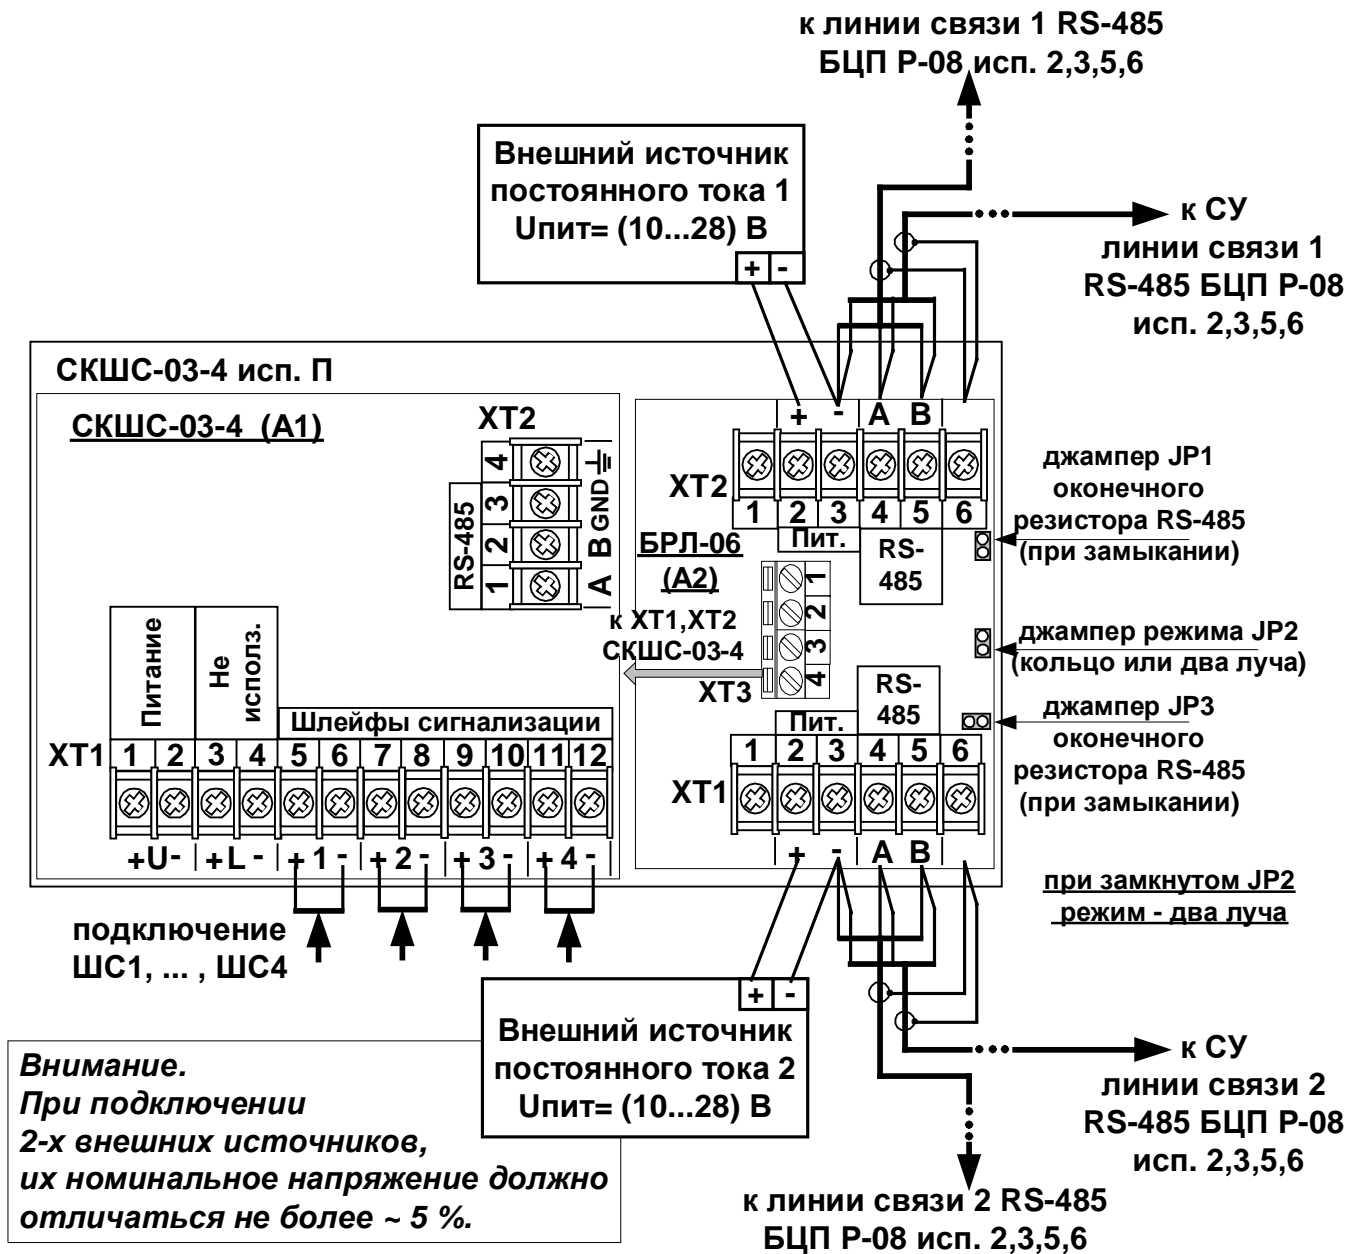
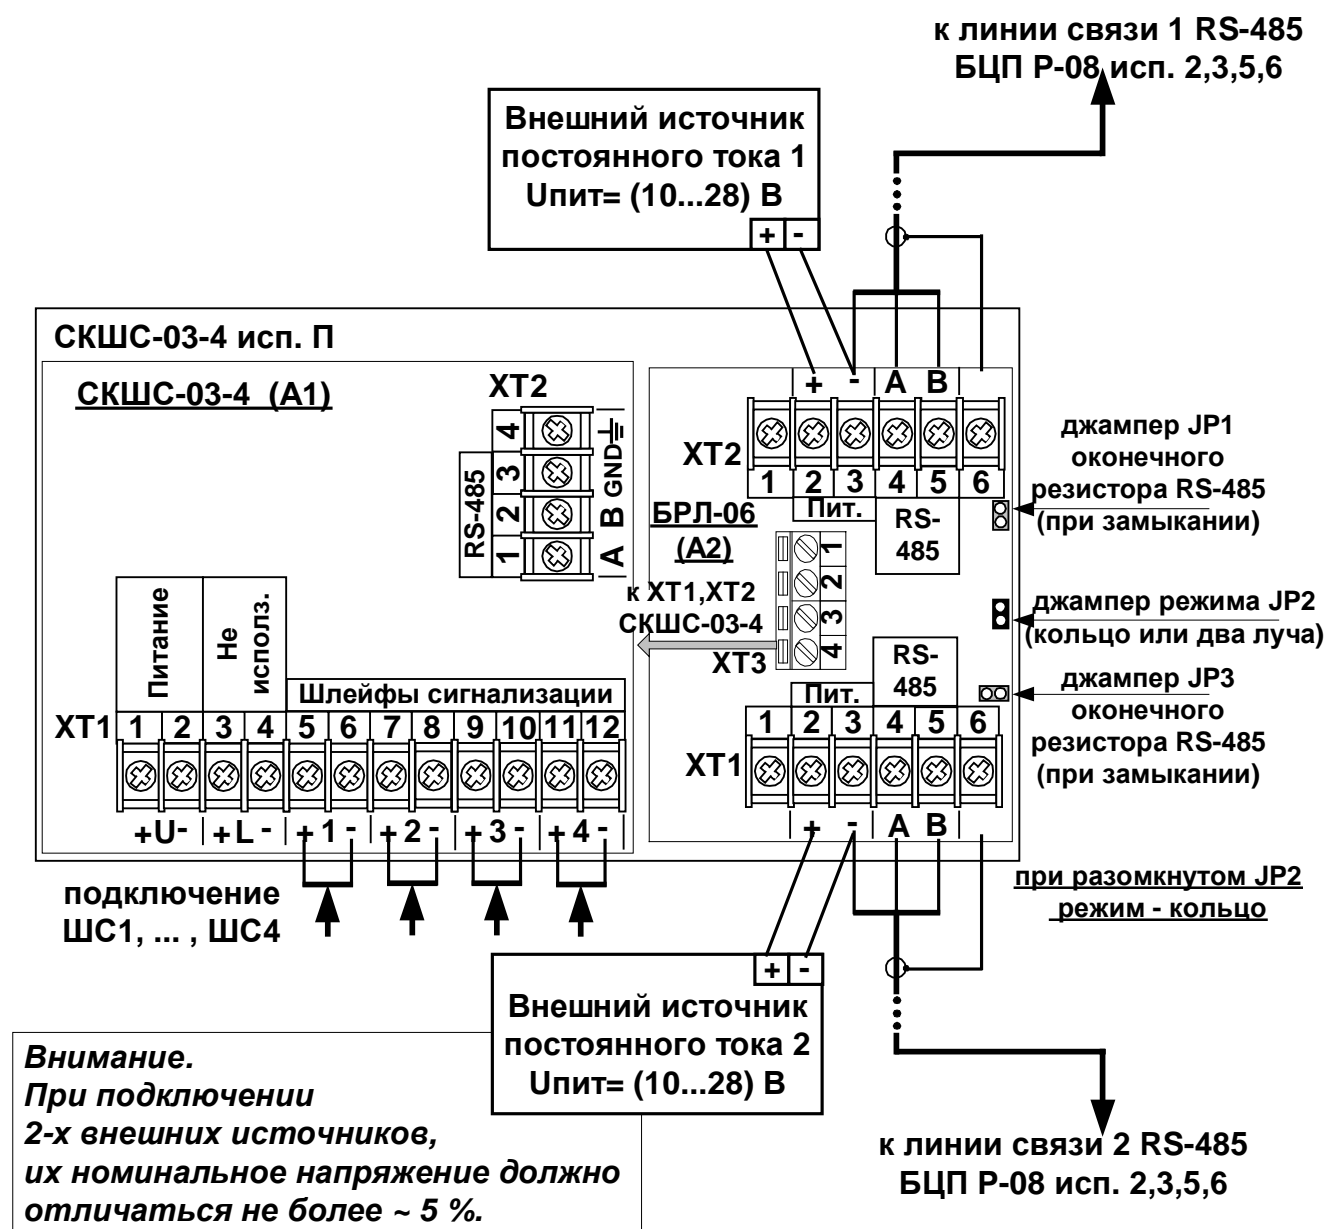
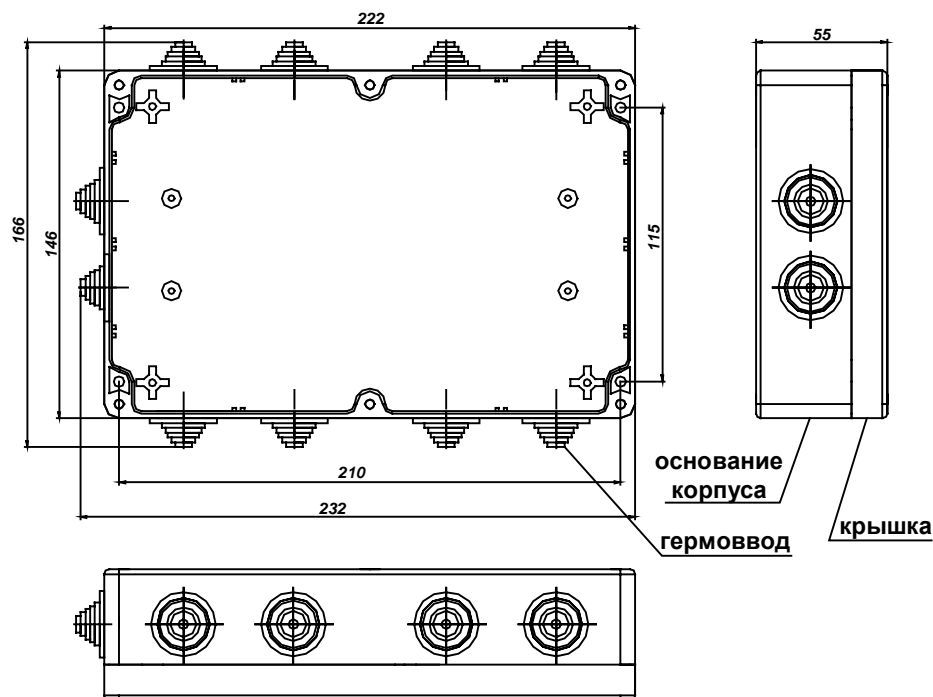
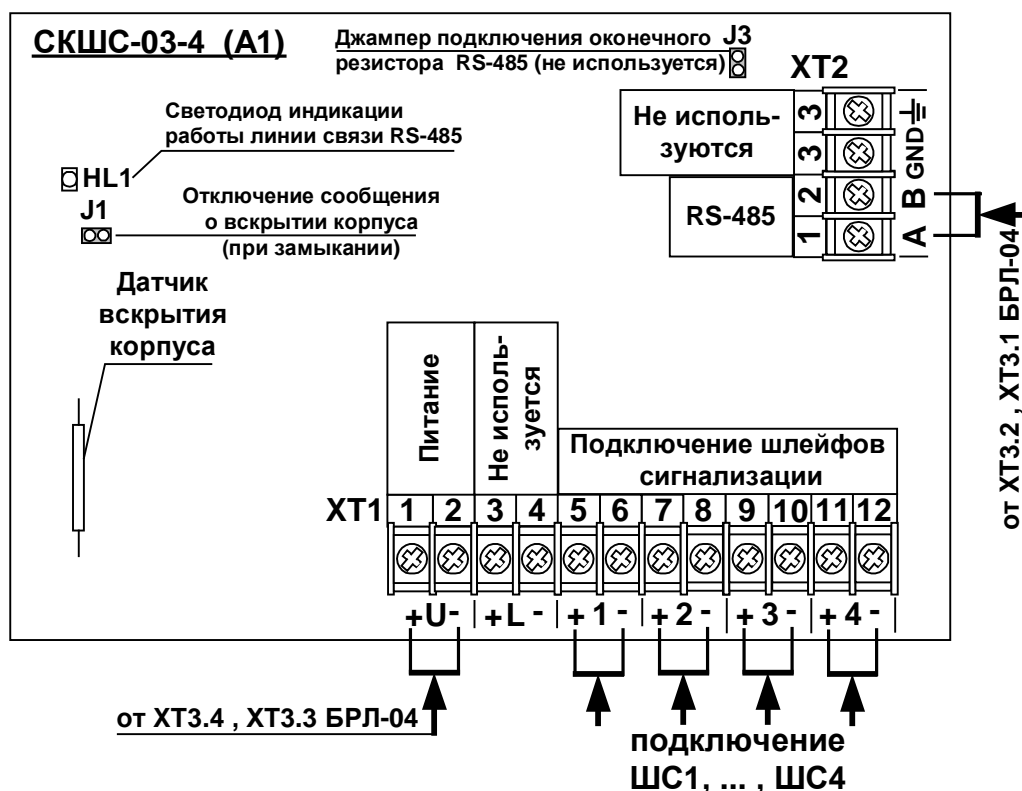

Рис. 1 Применение (подключение) СКШС-03-4 П в режиме двух параллельных линиях связи RS-485 (два луча)
Рис. 2 Применение (подключение) СКШС-03-4 П в режиме кольца линий связи RS-485
Рис. 7 Внешний вид, габаритные и присоединительные размеры
Рис. 8 Подключение модуля СКШС-03-4(A1)
1.3 СКШС-03-4 П реализует защиту от единичной неисправности линии связи с БЦП в соответствии с СП484.1311500.2020. Подключение возможно в режиме кольца (Рис. 2) или двумя параллельными линиями связи (Рис. 1).
СКШС-03-4 П состоит из двух модулей СКШС-03-4(А1) и БРЛ-04(А2) см.Рис. 1, Рис. 2, Рис. 8, размещенных в пластиковом корпусе Рис. 7.
Внешний вид и габаритные размеры представлены на Рис. 7 .
5.2. Подключение СКШС-03-4 П к линиям связи с БЦП, источникам питания осуществляется через клеммную колодку, установленную на плате модуля БРЛ-04 Рис. 1 или Рис. 2.
5.3. Подключение к ШС – через клеммную колодку ХТ1 Рис. 8.